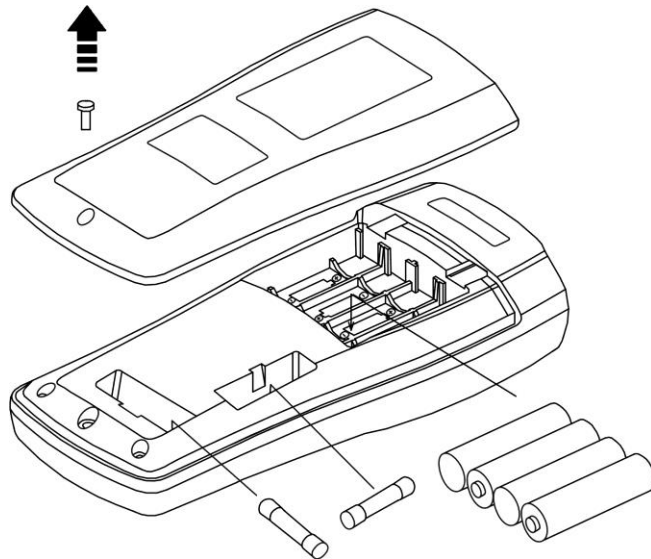

Fig. 11: Sostituzione batterie e fusibili interni
3. Rimuovere le batterie e inserirne altrettante dello stesso tipo (vedere § 6.1.3) osservando la corretta polarità e riposizionare il vano batteria (vedere Fig. 11). Usare gli appositi contenitori per lo smaltimento delle batterie